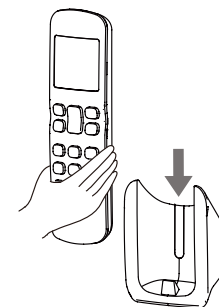

fig. 5
3) Deslice el mando a distancia verticalmente en el soporte del mando a distancia (véase "fig. 5").